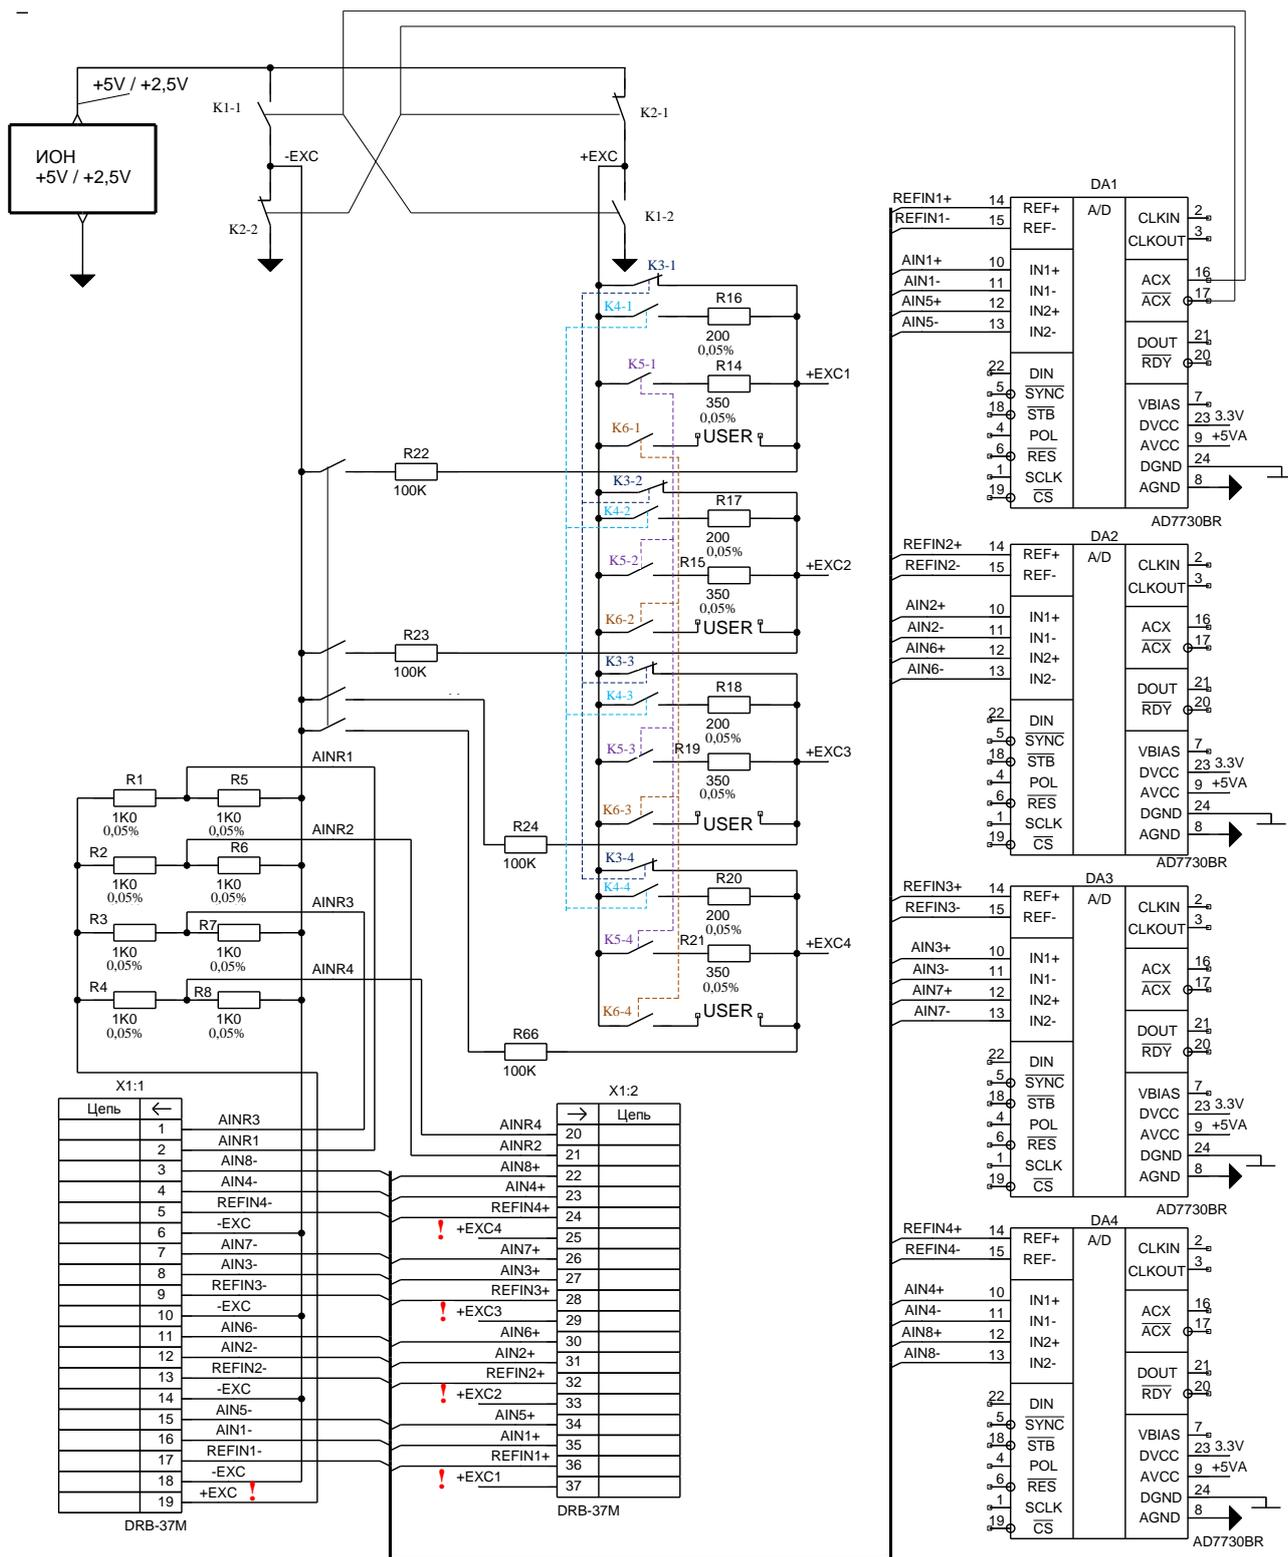
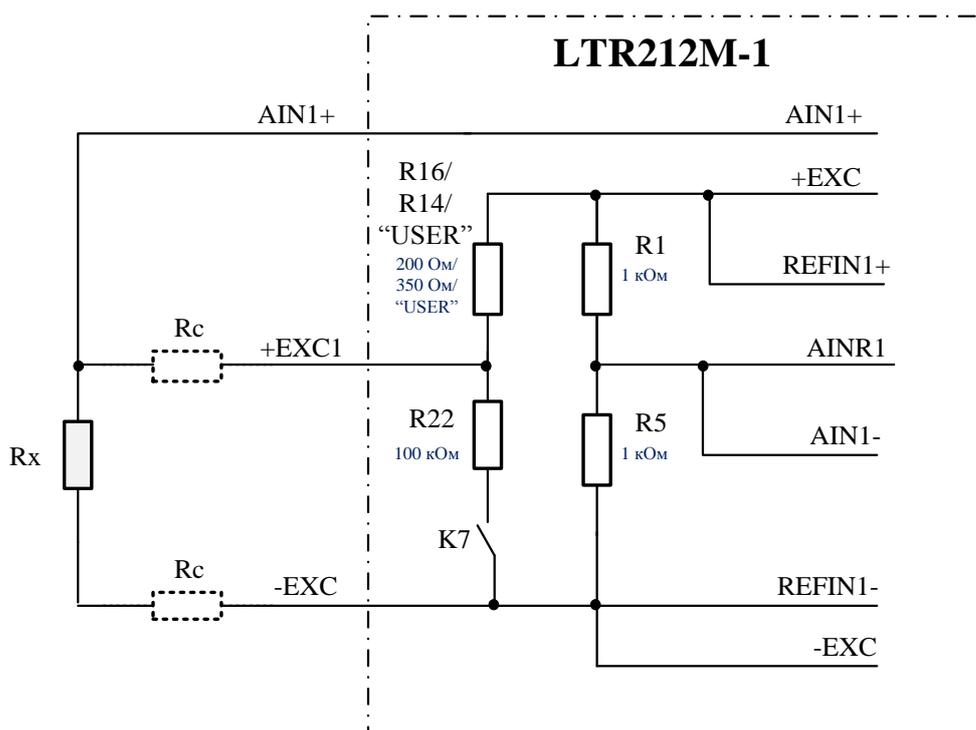
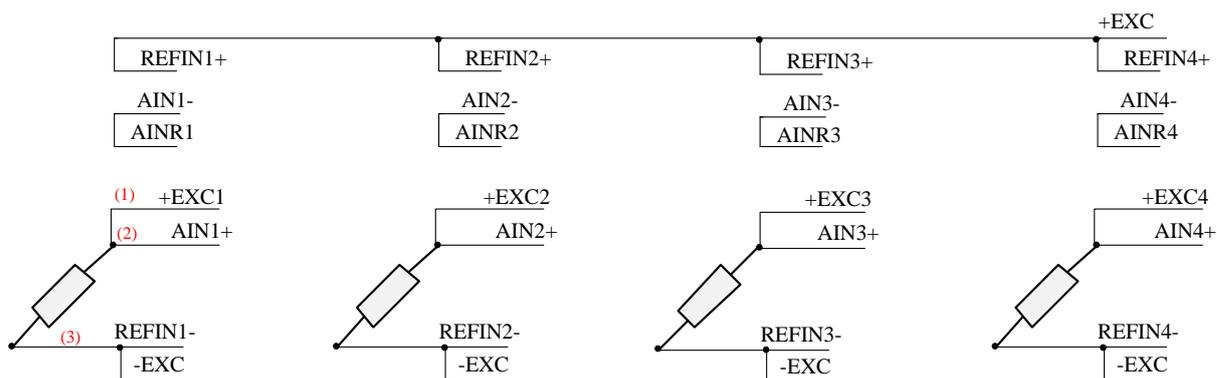

Рис. 6-4. Измерительные цепи LTR212M-1
Рис. 6-5. LTR212M-1. Элементы четвертьмостовой измерительной цепи
Рис. 6-11. LTR212M-1. Четвертьмосты (4-канальный режим)
Схема измерительных цепей LTR212M-1 (рис. 6-4) отличается от LTR212 следующим:
- Цепи +EXCR и +EXC объединены. На контакт 19 выведена цепь +EXC. Таким образом, внутренние полумостовые схемы R1...R8 постоянно подключены внутри LTR212M-2 и LTR212M-3 (п. 6.3.7). Цепь +EXC на контактах разъёма 37, 33, 29, 25 разбита, соответственно, на подцепи +EXC1, +EXC2, +EXC3, +EXC4. – Эти существенные отличия, с точки зрения внешних подключений, отмечены на схеме рис. 6-4 восклицательными знаками (!).
LTR212M-1 имеет программно управляемые аналоговые ключи (обозначенные как К3...К7 на функциональной схеме рис. 6-4, стр. 125), которые предназначены для реализации четвертьмостовых схем подключения с внутренними добавочными резисторами 220 Ом, 350 Ом или пользовательскими, установленными на плате-мезонине LTR212H (п. 6.5). Наличие входной коммутации измерительных цепей – это главное отличие LTR212M-1 от остальных модификаций этого модуля. Эти коммутаторы (аналоговые ключи) могут быть установлены в нужное состояние только при отсутствии сбора данных (до сеанса измерения или между сеансами измерения).
На примере первого канала, сохраняя обозначения функциональной схемы рис. 6-4, стр. 125, рассмотрим подробно составляющие элементы четвертьмостовой схемы подключения (пример полного подключения см. на рис. 6-11, 137). Измерительная схема (рис. 6-5) состоит из внешнего тензорезистора четвертьмоста R_x , собственных сопротивлений проводов R_c , и внутренних элементов модуля LTR212M-1: дополняющего резистора R16/R14/"USER" (в зависимости от коммутации), резистора режима тестового разбаланса моста R22 (подключенного с помощью К7, если тестовый режим включен), внутреннего дополняющего полумоста R1, R5.
Измерительная схема (рис. 6-5), как и любые другие схемы подключения к LTR212(M), является схемой дополнения до полного моста. Здесь сопротивления R_c проводов входят в “верхнее” и “нижнее” плечо полного моста, и при одинаковых длинах проводов (и при одинаковых проводах) в цепях +EXC1 и –EXC теоретически наступит компенсация – независимость разбаланса полного моста от длины кабеля. Сопротивление провода в цепи AIN1+ не учитывается, поскольку входы AIN модуля высокоомны, поэтому принимаем допущение, что сопротивление провода цепи AIN не влияет на измеряемый разбаланс моста.
В 4-канальном режиме модуль LTR212M-1 может работать по 3-х проводной схеме подключения – до 4-х четвертьмостов, как показано на рис. 6-11. Для примера, три провода кабеля, идущие до одного из мостов, обозначены (1), (2), (3). Все остальные цепи подключения каждого канала необходимо реализовать короткими перемычками на кабельной части разъёма LTR212M-1.